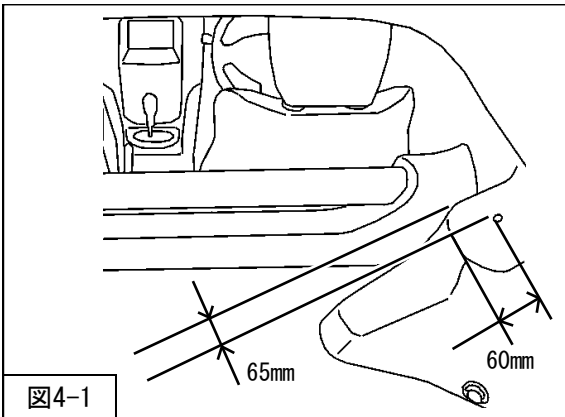

図4-1
1. リヤトレイに減衰力調整ダイヤル用のφ20の穴を開け、穴にグロメット（同梱品）を取付けてください。（図4-1）
リアの減衰力調整は、図4-1で取付けたグロメット（同梱品）を取外して行ってください。